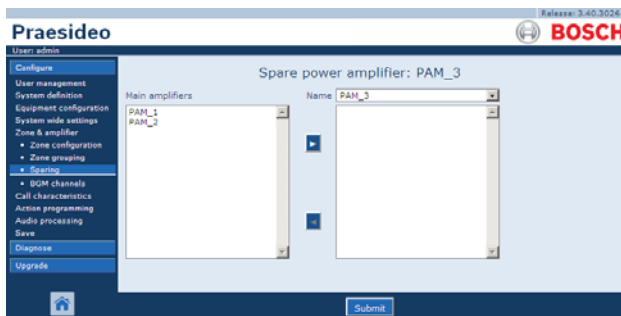

рисунок 46.12: Резервирование, шаг 2
- 2 Из всплывающего списка *Power Amplifier* выберите резервный усилитель, для которого должен быть назначен базовый усилитель. Например, *PAM_04* (см. рисунок 46.12).